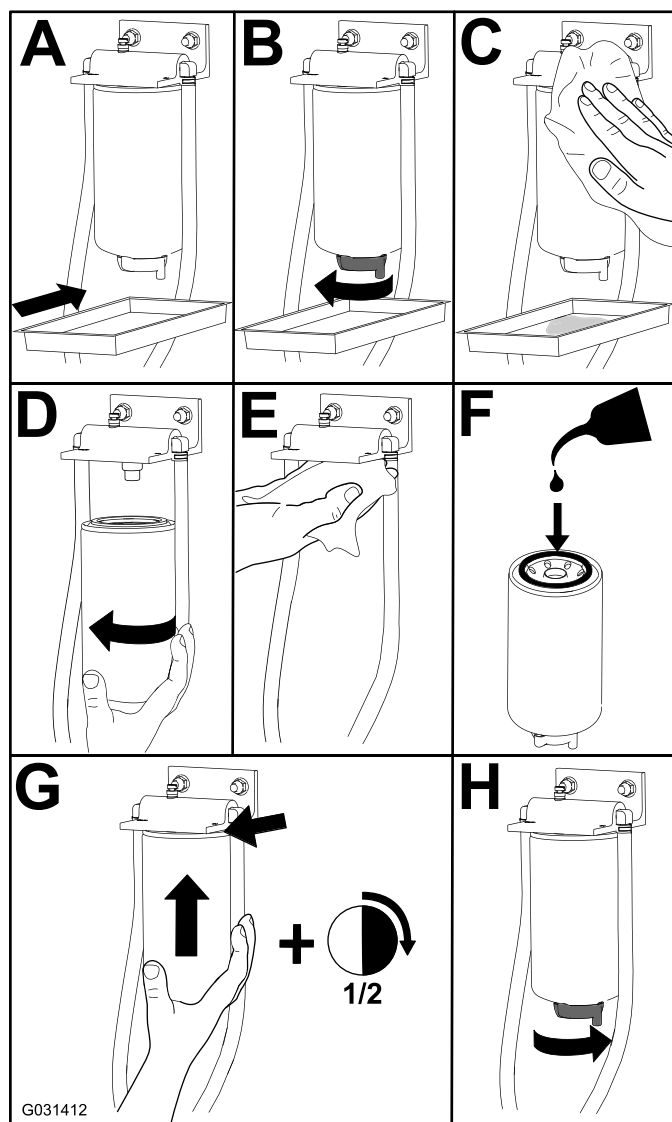

Рисунок 87
1. Замените фильтр, как показано на Рисунок 87.